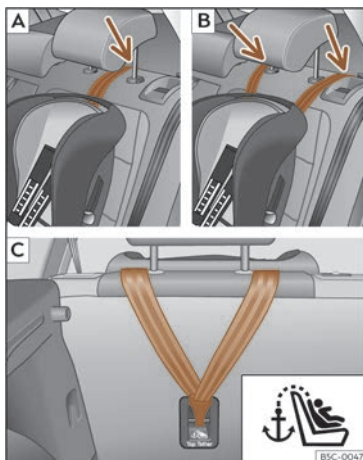
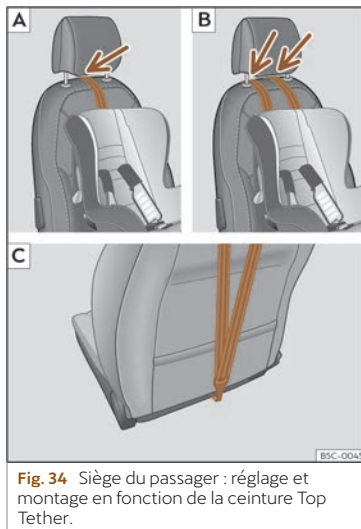

Fig. 33 Banquettes arrière : réglage et montage en fonction de la ceinture Top Tether.
Fig. 34 Siège du passager : réglage et montage en fonction de la ceinture Top Tether.
- Placez la courroie sous l'appuie-tête » fig. 33 [A]/[B], » fig. 34 [A]/[B] (en fonction des instructions du siège, relevez ou retirez l'appuie-tête si nécessaire).
- Faites glisser la sangle et fixez-la correctement à l'aide de l'ancrage derrière le dossier » fig. 33 [C], » fig. 34 [C].